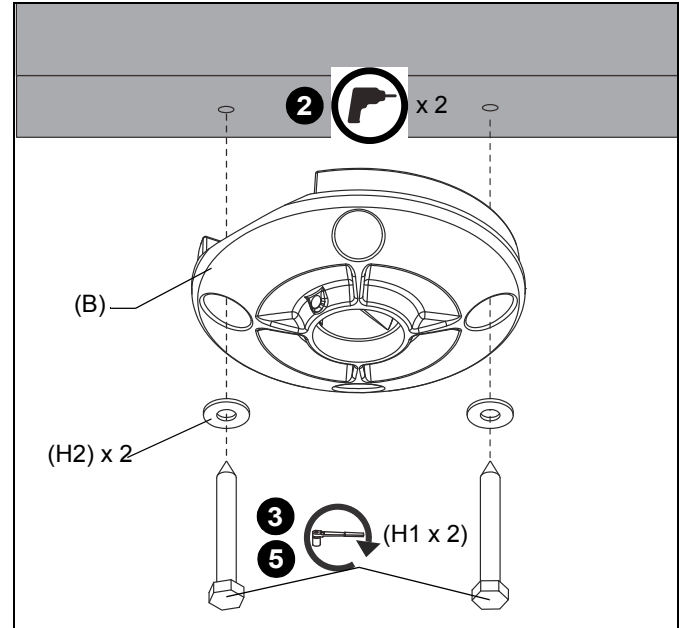

Figura 2
3. Instale de forma frouxa dois (mínimo) parafusos interfragmentários (H1) de 5/16" x 2-3/4" através de arruelas (H2) de 5/16" e da placa de teto (B) na viga de madeira. (Consulte a Figura 2)
5. Aperte os parafusos interfragmentários (F). (Consulte a Figura 2)